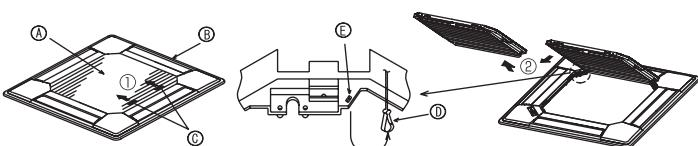
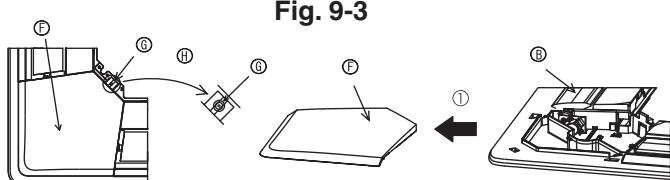

Fig. 9-3
Fig. 9-4
9.2.1. Удаление воздухозаборной решетки (Fig. 9-3)
- Сдвиньте рычаги в направлении, обозначенном стрелкой ①, чтобы открыть воздухозаборную решетку.
- Пока воздухозаборная решетка находится в "открытом" положении, удалите стержень воздухозаборной решетки с вентиляционной решетки в направлении стрелки ②.
9.2.2. Удаление угловой панели (Fig. 9-4)
- Удалите винт из угла угловой панели. Для удаления угловой панели сдвиньте угловую панель в направлении стрелки ①.
- [Fig.9-3] [Fig.9-4]